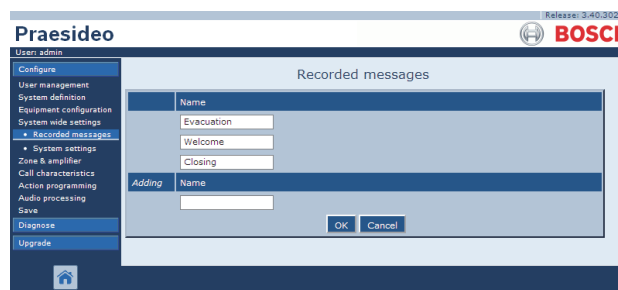

figure 45.3 : Consignation d'un message, étape 2
- 2 Cliquez sur le bouton *Add* pour ajouter un message enregistré. Un écran semblable à celui de la figure 45.3 s'affiche dans le cadre principal de l'interface Web.